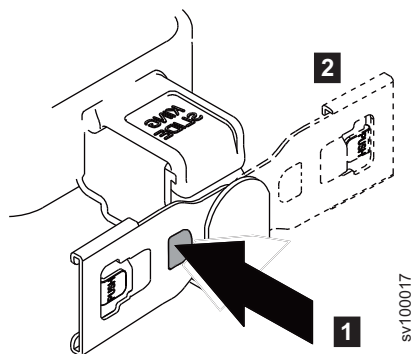

Figure 24. Inversion de l'orientation de l'assemblage
- a. Appuyez sur le bouton "PUSH" dans figure 24.